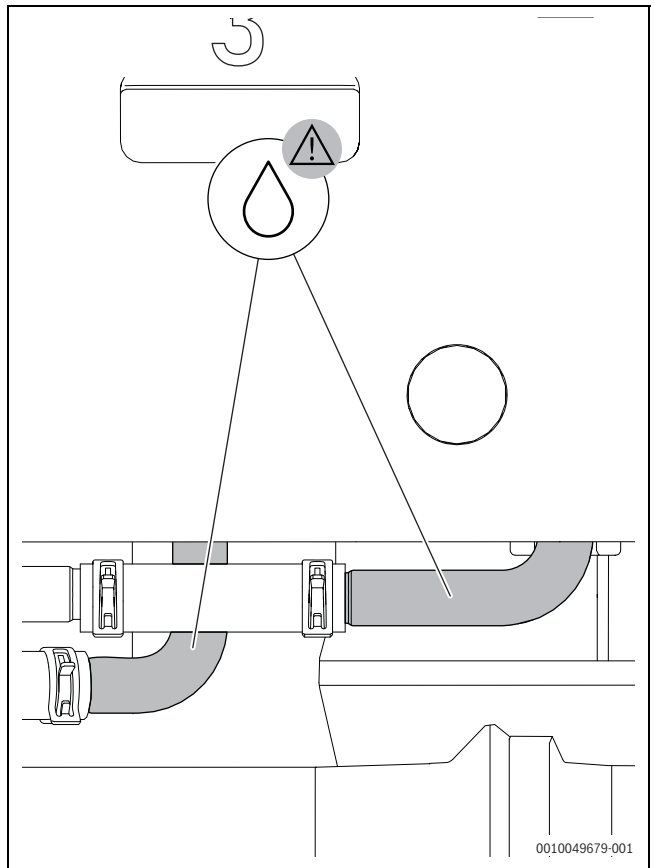

Bild 24 Röhren, die isoliert werden müssen, wenn der Kühlbetrieb bei Temperaturen unter dem Taupunkt verwendet wird.
- ▶ Um eine Wärmebrücke zu verhindern, muss der Installateur die Wärmerohre isolieren (siehe → Bild 24 "Röhren, die isoliert werden müssen, wenn der Kühlbetrieb bei Temperaturen unter dem Taupunkt verwendet wird.").